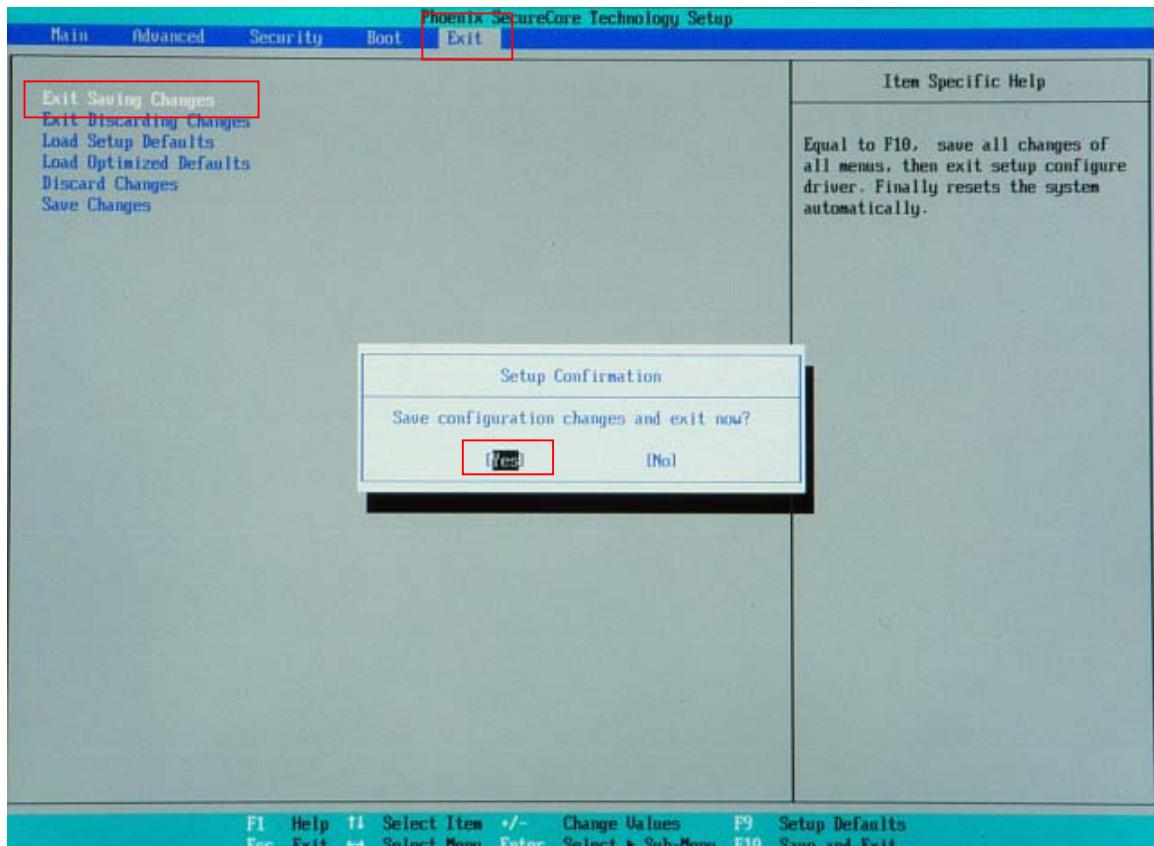

図 6-1-4. BIOS設定 保存と終了
- ⑩ [Exit] メニューを選択します。(図 6-1-4)
⑪ [Exit Saving Changes] を実行し、設定を保存して終了します。